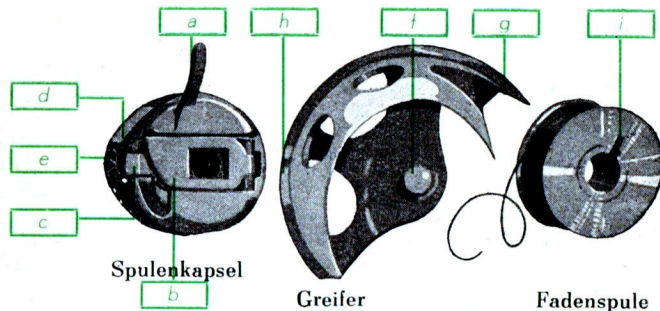

Abb. 3
5. Einfädeln des Unterfadens (Abb. 3 u. 4)
- d) Die Spannung des Unterfadens wird durch das Schraubchen e an der Spulenkapsel reguliert. Dreht man die Schraube mit dem Schraubenzieher nach rechts, so wird die Spannung stärker, nach links so wird sie schwächer (siehe Abbildung 3).
- e) Faden aufwärts ziehen und denselben um die Spule wickeln (rechtsherum). Dann die Spule auf die Spulenspindel stecken. Der Schlitz i muß in den Mitnehmerstift der Spulerspindel eingreifen. (Abb. 3)